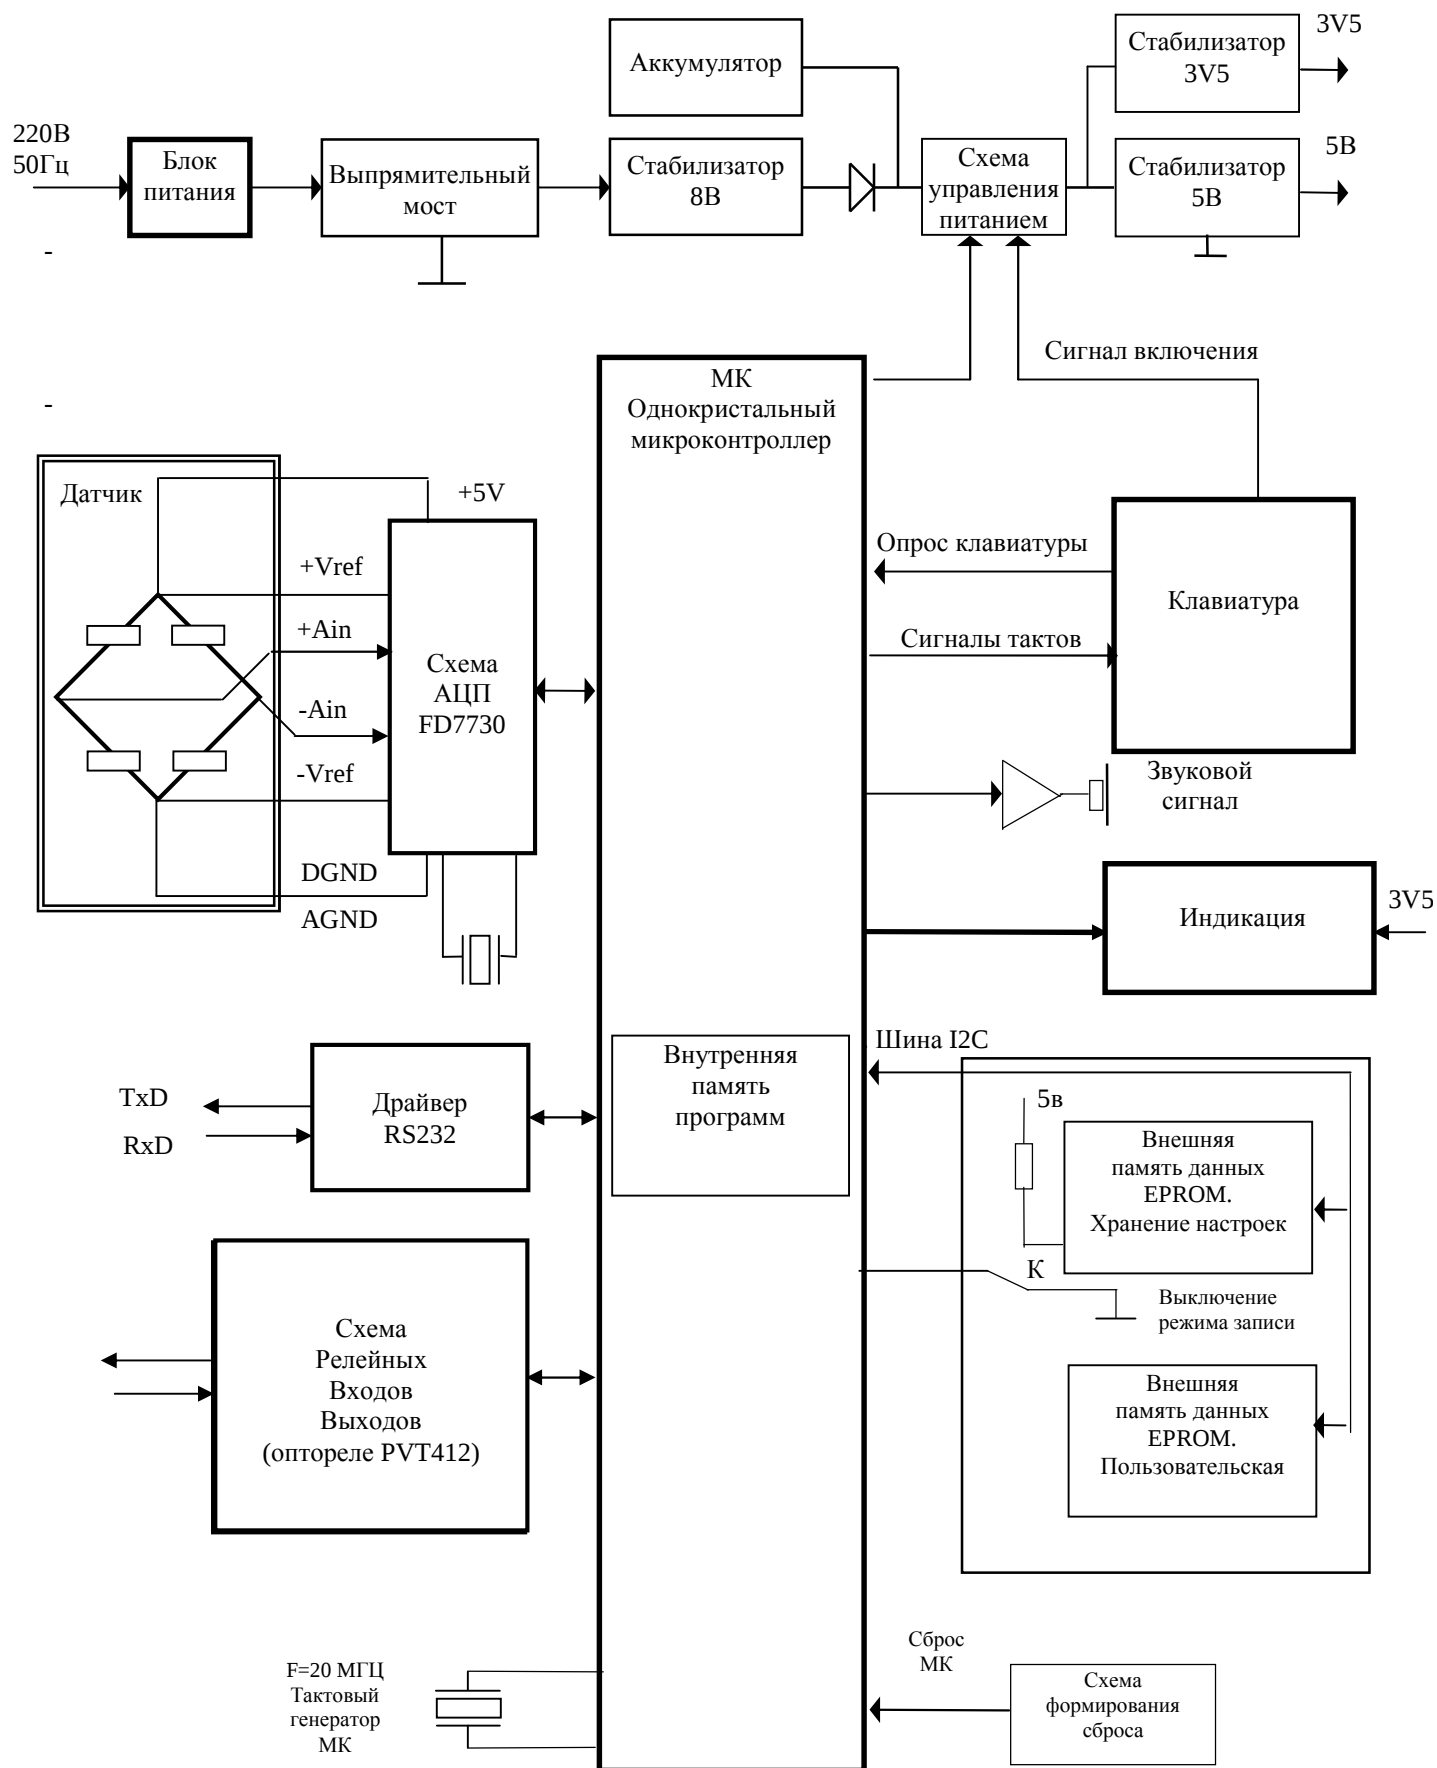

Рис.4.1
4.1 Принцип работы весов иллюстрируется структурной схемой приведенной на Рис. 4.1.